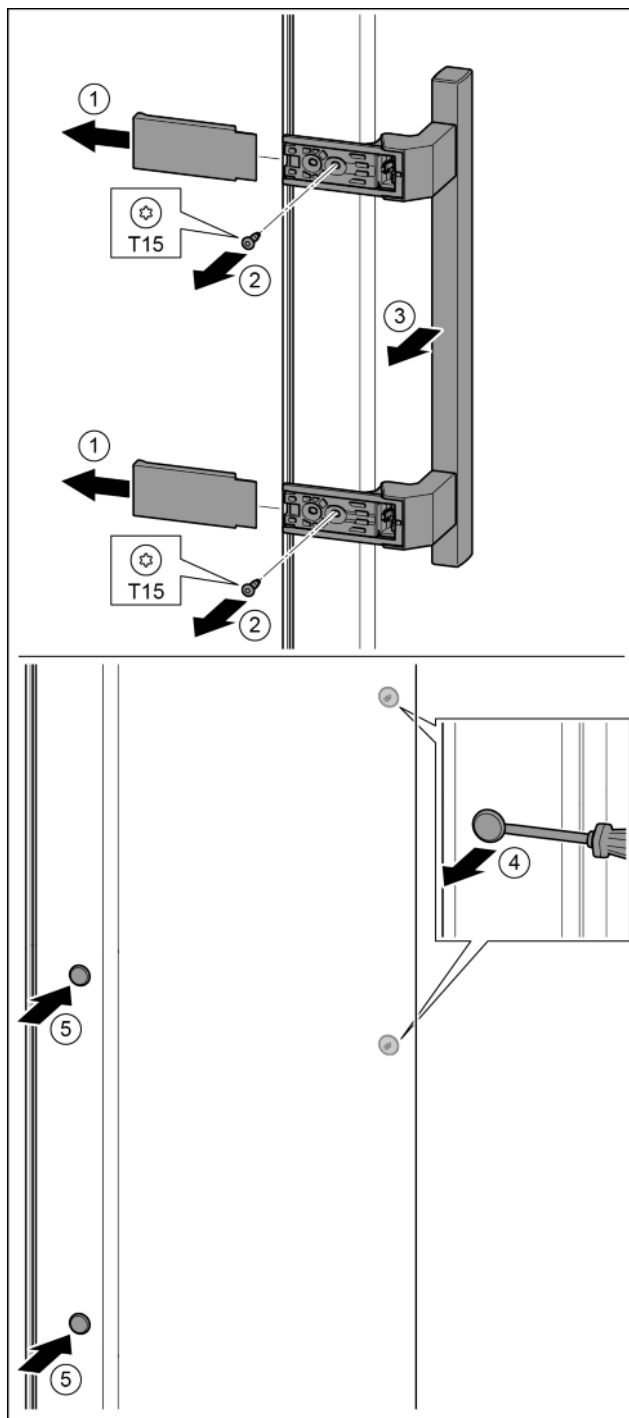

Fig. 17
- ▶ Stáhněte kryt. Fig. 17 (1)
- ▶ Šroubovákem T15 vyšroubujte šrouby. Fig. 17 (2)
- ▶ Sejměte madlo. Fig. 17 (3)
- ▶ Postranní zátku opatrně plochým šroubovákem nadzvedněte a vytáhněte. Fig. 17 (4)
- ▶ Zátku opět vložte na druhou straně. Fig. 17 (5)